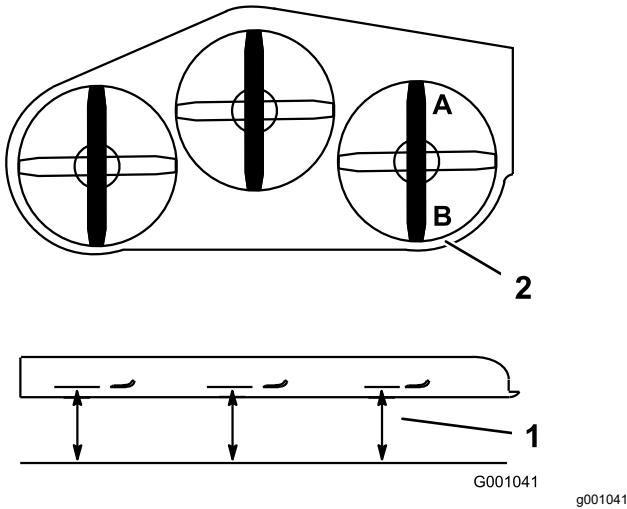

Figura 91
- Coloque una cuchilla en posición longitudinal. Mida en las posiciones **A** y **B** desde una superficie nivelada hasta el filo de corte de los extremos de la cuchilla (Figura 91).